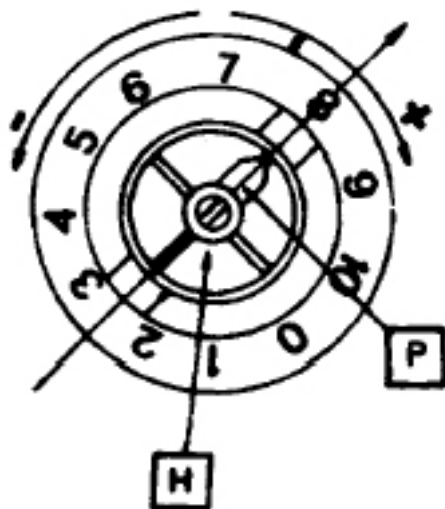
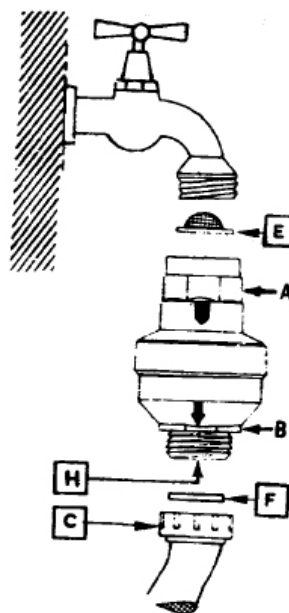

Fig. 1
Fig. 2
Artiklen skal installeres lodret (fig. 2), idet nedennævnte instruktioner omhyggeligt følges.
WB skal installeres mellem hanen og vandslangen på husholdningsapparatet (fig. 2). Man anvender vedlagte plasticnøgle, drej indikator "P" imod uret til den ønskede indstilling: Til vaskemaskiner indstil P på nummer 8 (billede 1), til opvaskemaskiner indstil P på nummer 4 (fig. 1).
1. Man skruer WB manuelt på hanen, der har egnet størrelse (3/4"), idet man påsætter filter E med udadvendt side vendt opad (fig. 2). WB kan ikke fungere korrekt hvis filteret ikke er installeret korrekt. Hvis WB strammes eller løsnes ved hjælp af en skruenøgle, må det samme ske for den dertil hørende ottekantede del af huset "A".
For at indstille WB igen efter den er lukket, luk hanen og foretag den nødvendige reparation. Fjern vandslangen "C" fra WB og tryk stemplet "H", som er anbragt inden i det nederste hus på selve artiklen (fig. 1).